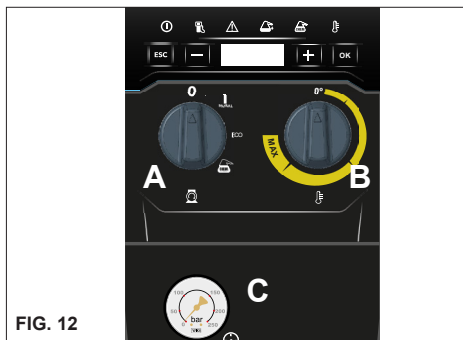

FIG. 12
Per azzerare le segnalazioni ruotare l' interruttore generale "A" in pos.'0' e successivamente in pos.'I' (fig. 12). Fare riferimento al fascicolo 'Pannello Comandi'.
- 1) Spegnerne il bruciatore ruotando il regolatore di temperatura in pos. '0' (fig. 12 B).
- 3) Arrestare l' idropultrice ruotando l'interruttore di accensione in pos. '0' (fig. 12 A).